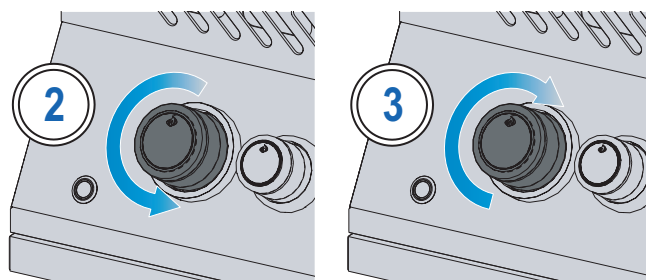

Fig. 1
4. Se il pilota e il bruciatore non si accendono entro 5 secondi, ruotare la manopola di comando in senso orario in posizione OFF. Attendere 5 minuti che il gas si disperda. Ripetere i passaggi 2 e 3, oppure accendere con un fiammifero. **(Fig. 1).**
5. Se il bruciatore non si accende, ruotare la manopola di comando del bruciatore in senso orario in posizione OFF. Attendere 5 minuti. Ripetere i passaggi 3 e 4. **(Fig. 1).**